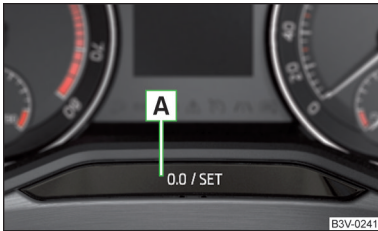

Abb. 34
- Die Taste **A** » Abb. 34 drücken und gedrückt halten, bis im Display der Menüpunkt **Service** angezeigt wird.